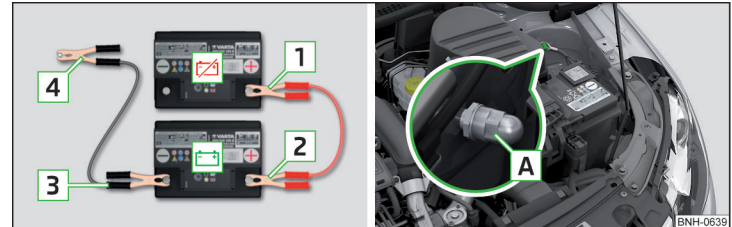

Abb. 245 Starthilfe: ☹ - entladene Batterie, ☺ - stromgebende Batterie / Massepunkt des Motors beim START-STOPP-System
- Bei Fahrzeugen **mit** dem START-STOPP-System die Klemme **4** am Massepunkt des Motors **A** befestigen » Abb. 245.